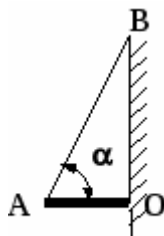

Рис. 1
1. Однородный стержень АО длиной  $l$  и массой  $m = 15$  кг, расположенный горизонтально и шарнирно закреплённый в точке О, удерживается нитью АВ, образующей со стержнем угол  $\alpha = 60^\circ$  (см. рис. 1). Определить величину силы реакции опоры в шарнире.